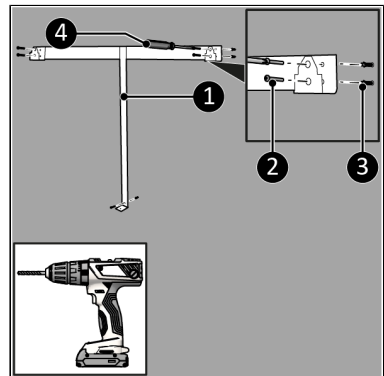

Abbildung 31.
4. Platzieren Sie die Wandhalterung (Abbildung 31, Pos. 1) an der Wand und markieren Sie die fünf Löcher.
6. Platzieren Sie die Dübel (Abbildung 31, Pos. 3).
7. Schrauben Sie die Wandhalterung an die Wand mit fünf großen Schrauben (Abbildung 31, Pos. 2) mit einem Kreuzschlitzschraubendreher (Abbildung 31, Pos. 4).